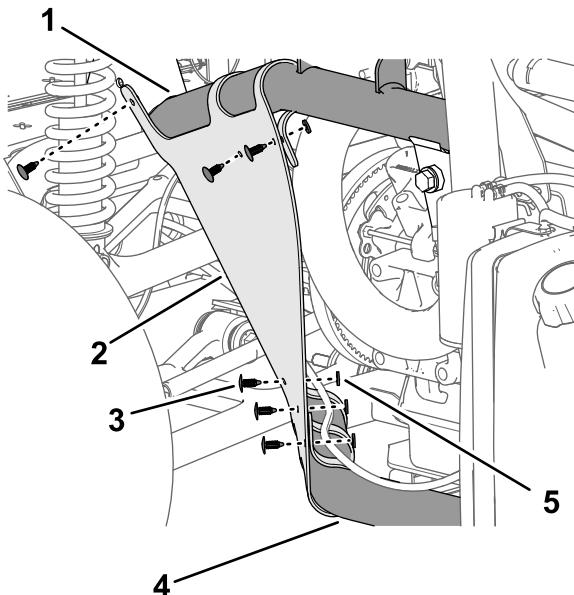

Figura 216
2. Fissate la copertura del parafango interno ai tubi del telaio con 6 dispositivi di fissaggio a spinta (Figura 216).
3. Allineate i fori nel parafango con i fori nel telaio della macchina, come illustrato nella Figura 216.